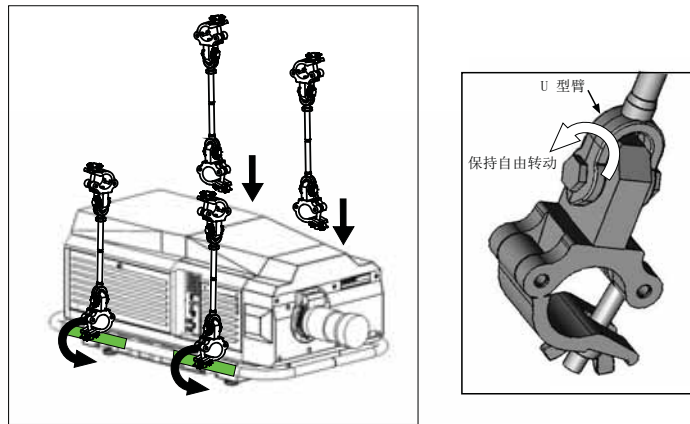
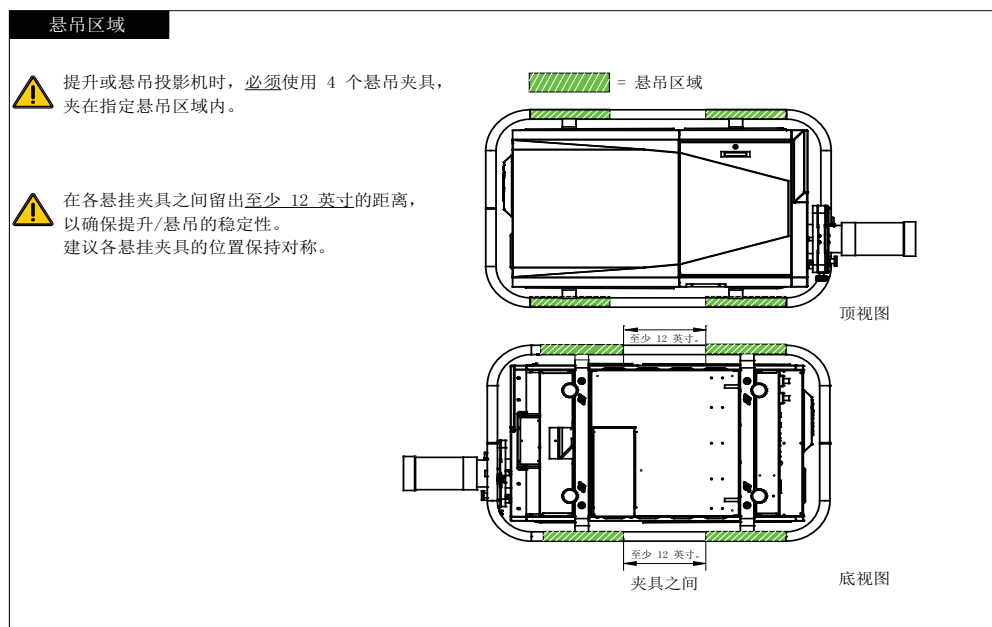

图 2-5 将夹具固定到放映头上
图 2-6 投影机把手上的悬吊区域
2. 将 4 个索夹夹在投影机把手上，注意不要超出指定悬吊区域。请参见 图 2-5 和 图 2-6，夹具间最少留出 12 英寸的距离以保持适当的稳定性。不要拧紧 U 型臂上的固定螺栓，确保索夹可自由旋转。
请参阅 图 2-6。